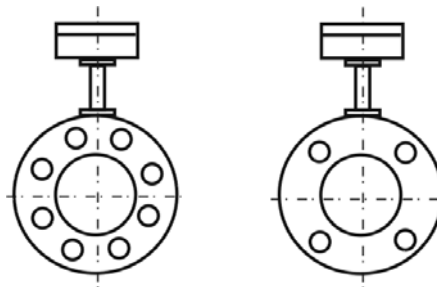

Рисунок 6.5
*Примечание – Отверстия под крепеж должны быть разнесены от вертикальной оси, что обеспечит вертикальную установку преобразователя после демонтажа габаритного макета (см. рис. 6.5).*